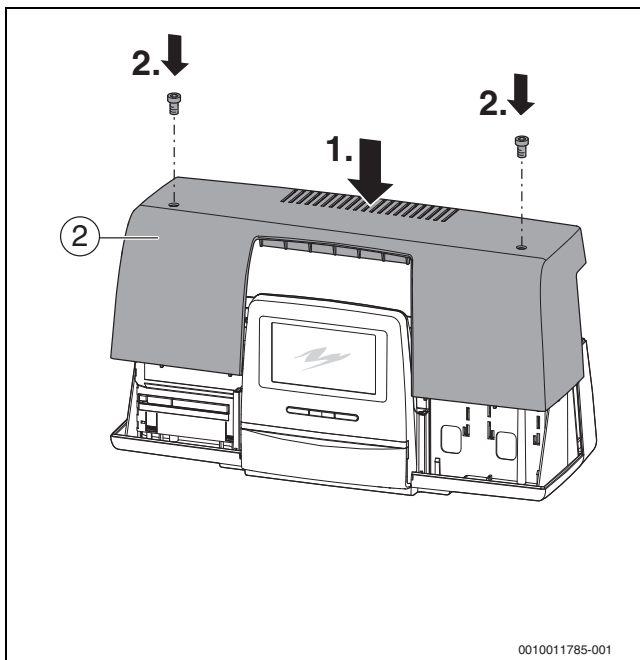

Рис. 36 Установка крышки на системе управления
На рис. 36, стр. 33 показан вид сзади системы управления.
- ▶ Установите крышку [2] на систему управления (→ рис. 36, стр. 33).